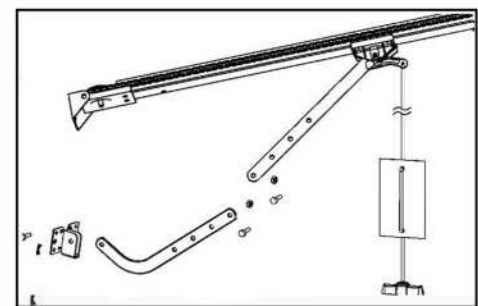

Fig.22
4. Sujete el Brazo "L" al Soporte del Portón con Tornillos y Tuercas. Fije un Extremo del Brazo Recto al Carro del Riel y el otro Extremo al Brazo "L" y Compruebe que el Brazo del Portón se Mueve Libremente. (Fig.22)